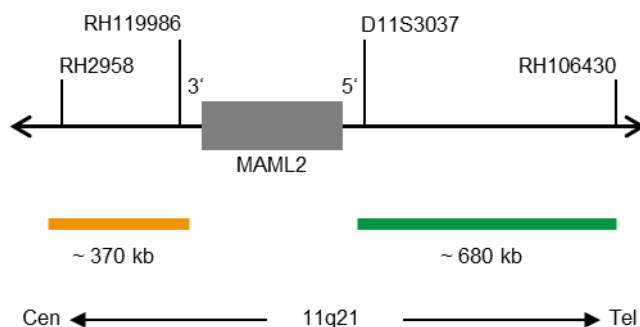

Fig. 1: SPEC MAML2 Mapa da sonda (não à escala)
- Polinucleótidos marcados com ZyGreen (excitação 503 nm/emissão 528 nm) (~10 ng/ $\mu$ l), que têm como alvo sequências mapeadas em 11q21\* (chr11:96,115,829-96,797,136) distal à região do ponto de quebra MAML2 (ver Fig. 1).
- Polinucleótidos marcados com ZyOrange (excitação 547 nm/emissão 572 nm) (~4,5 ng/ $\mu$ l), que têm como alvo sequências mapeadas em 11q21\* (chr11:95,296,828-95,668,215) proximais à região do ponto de quebra MAML2 (ver Fig. 1).